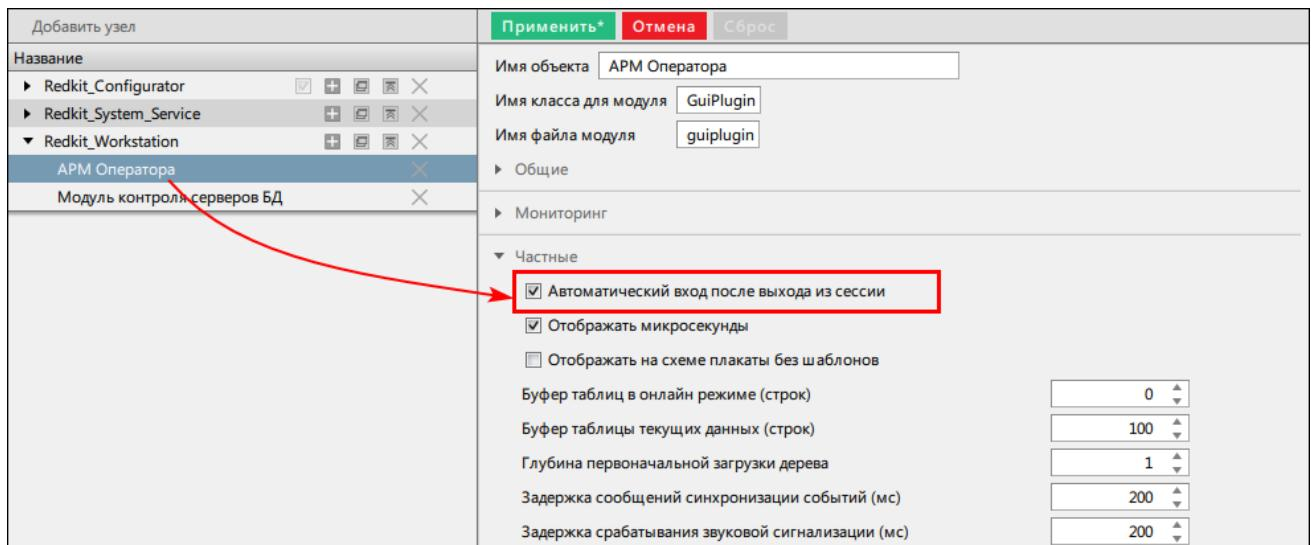

Рисунок 214 - Автоматический вход после выхода из сессии
- В меню **Модули** в узле *Redkit_Arm* или *Redkit_Workstation* (в зависимости от типа конфигурации) у модуля **АРМ Оператора** отметьте чекбокс у настройки **Автоматический вход после выхода из сессии** (Рисунок 214). Данная настройка необходима для обеспечения автоматического перезапуска Redkit Workstation после автозавершения сеанса по тайм-ауту.